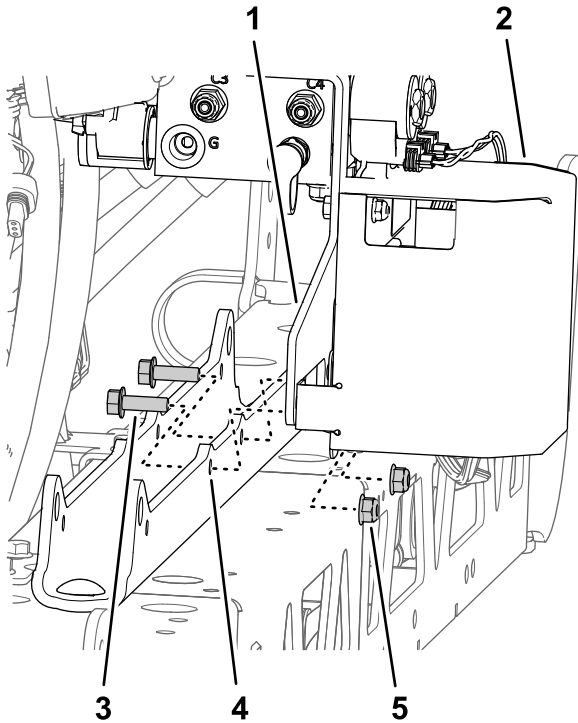

Bild 97
- B. Befestigen Sie die Stützhalterung und die TEC-Halterung mit den zwei Bundkopfschrauben (5/16" x 1") und der Sicherungsbundmutter (5/16"), die Sie in Schritt 1 in Entfernen des Abschnittshubverteilers vom mittleren Sprühabschnitt \(Seite 25\) entfernt haben, an der Zylinderbefestigung (Bild 97).